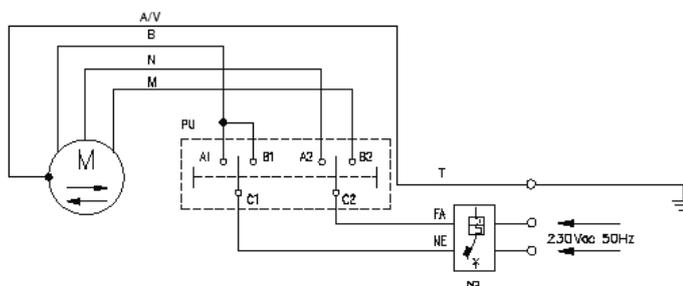

FIG. 7
- Antes de enganchar la tela o persiana al rodillo (fig. 6) realizar la conexión eléctrica como se muestra en la fig. 7.
- Presionar el pulsador de subida y bajada (PU) para comprobar la correcta rotación del rodillo en la subida y bajada de la tela o persiana (en caso de hacerlo al revés,
invertir, los cables negro y marrón) (ver fig.7)